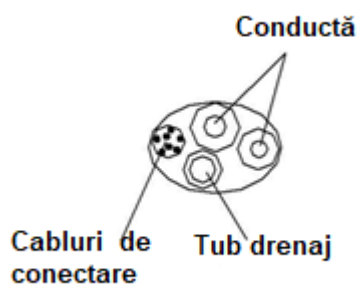

Figura 6.
1. Conectarea conductei din dreapta spate (similară cu conducta din dreapta jos) (opțional, vezi figura 6).